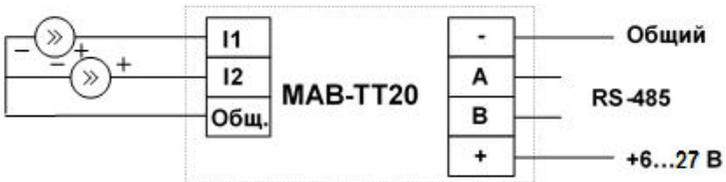

Рис.4. Схема подключения модуля аналогового ввода MAB-TT20.
Общая схема подключения модуля к внешним устройствам приведена на рис.4.
1. Подключите **один** модуль к персональному компьютеру через преобразователь RS-232/RS-485 или USB/RS-485. Подключите модуль к источнику питания. Схема подключения показана на рис.4.